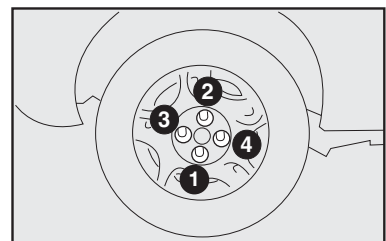

fig. 20
12) Apriete a fondo los tornillos, pasando de un tornillo al otro diametralmente opuesto siguiendo el orden ilustrado en la fig. 20.